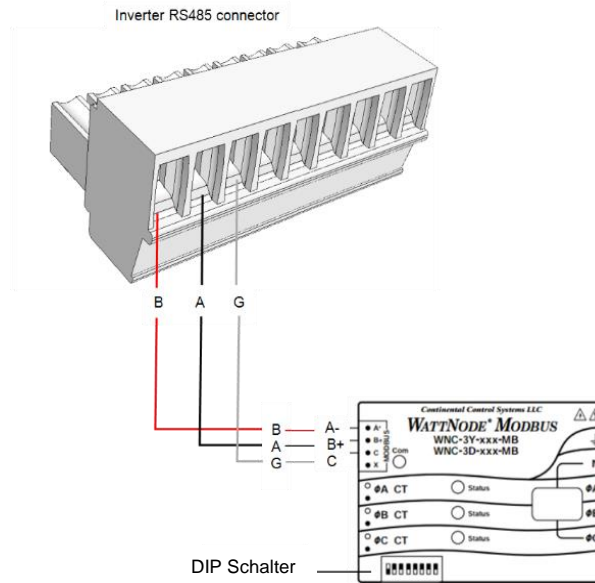

Abbildung 8: Anschluss des WattNode-Zählers an der RS485-Klemmleiste des Wechselrichters
2. Stellen Sie sicher, dass die Modbus-Adresse des WattNode Zählers auf 1 und die Baud-Rate auf 9600 bps eingestellt ist: DIP-Schalter 1 (linker Schalter) wird auf 1 und alle anderen DIP-Schalter auf 0 eingestellt – wie in *Abbildung 8* dargestellt ist.